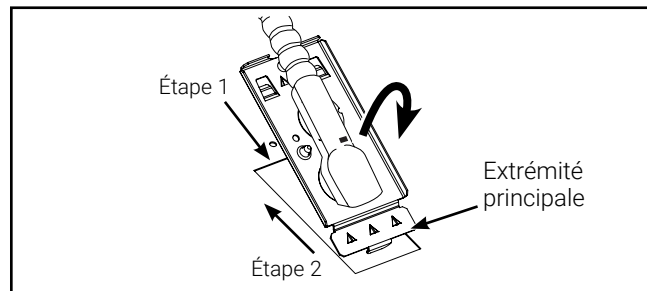

Figure 3.
4. Enlevez la plaque d'accès électrique et retirez les entrées défonçables de la plaque d'accès pour attacher le câble d'alimentation électrique (Figure 3).
- Étape 1: Pour insérer la plaque d'accès, faites-la pivoter jusqu'à ce que l'extrémité avant soit à l'intérieur du chemin de câble (Figure 3).